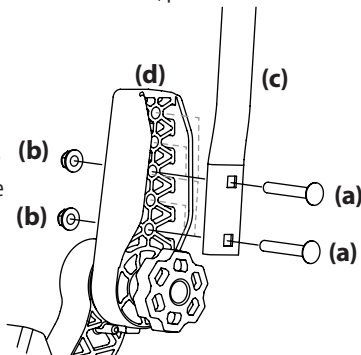

Figura 12
1. Extraiga los dos tornillos de carro (a) y las dos tuercas de seguridad con reborde (b) que sujetan la palanca de control de la transmisión (c) hasta el regulador de la manija superior (d). Consulte la Figura 12.
2. Mueva la palanca de control de la transmisión hasta una de las tres alturas disponibles y sujétela en su lugar con los tornillos del carro y las tuercas de seguridad con reborde. Consulte la Figura 12.
4. Si las palancas de control no se alinean después de ajustar la perilla, afloje las tuercas (b), alinee las palancas de control y vuelva a apretar las tuercas. Una vez que se realiza este ajuste fino, las palancas de control se alinearán al usar el ajuste de la perilla. Vea la Figura 12.